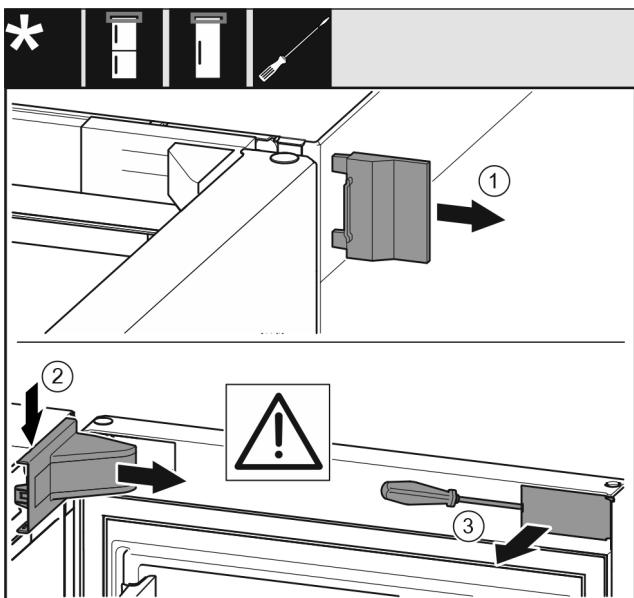

Fig. 8
- Hiqni kapakun mbulues të jashtëm. Fig. 8 (1)
- Nxirri nga foleja kapakun mbulues të bazamentit mbështetës dhe lirojeni. Hiqni kapakun mbulues të bazamentit mbështetës. Fig. 8 (2)
- Nxirri nga foleja shiritin mbulues me një kaçavidë dhe shtyjeni anash. Fig. 8 (3)